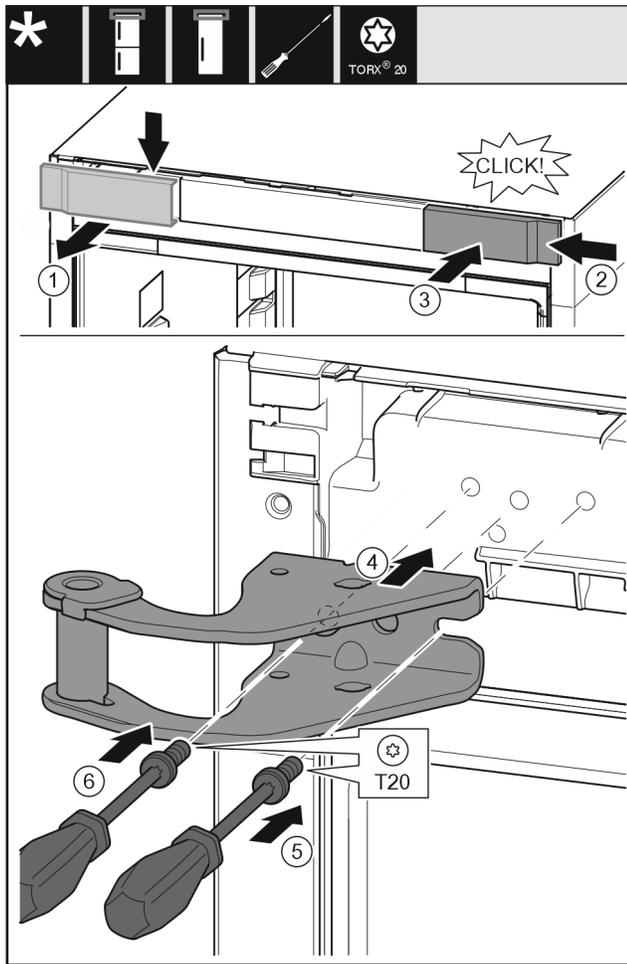

Fig. 13
- ▶ Retirer le cache Fig. 13 (1) depuis le haut vers l'avant.
- ▶ Accrocher le cache Fig. 13 (2) tourné de 180° de l'autre côté depuis le côté droit.
- ▶ Enclencher le cache Fig. 13 (3).
- ▶ Poser le support de palier supérieur Fig. 13 (4).
- ▶ Poser la vis Fig. 13 (5) avec un tournevis et la serrer.
- ▶ Poser la vis Fig. 13 (6) avec un tournevis et la serrer.